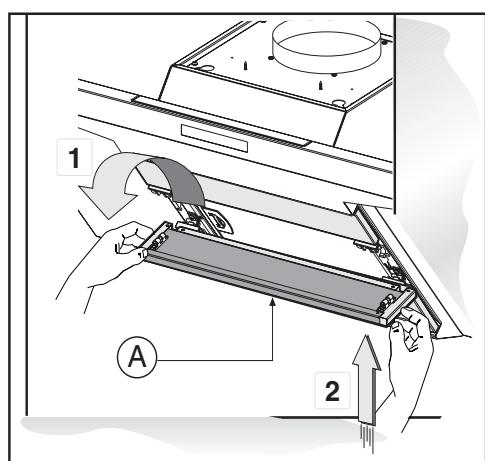
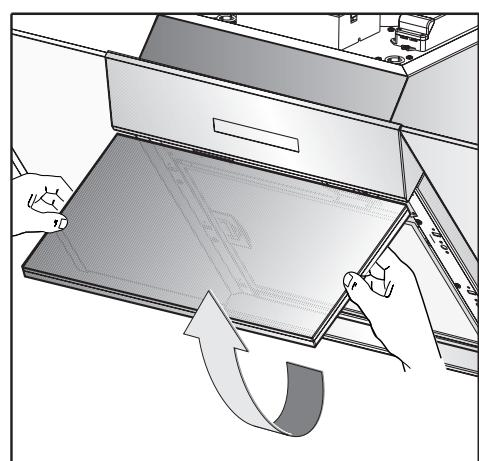
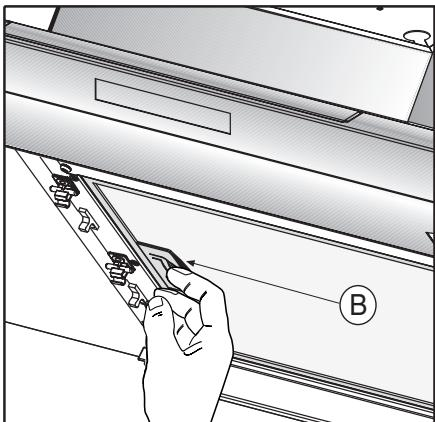

Fig.4
Fig.5
Fig. 6
- Voor u overgaat tot het monteren dient u, om het apparaat beter te kunnen bewegen, het filterfilter **B** (Afb. 6) uit te schakelen. Voor u deze handeling uitvoert moet u de volgende opdrachten opvolgen, aan de hand van het model dat u in uw bezit heeft:
Verwijder de 3 panelen **A** zoals aangegeven in afb. 4. Trek aan het handvat **B** zoals aangegeven in afb. 6.
Open het paneel **A** zoals aangegeven in afb. 5. Trek aan het handvat **B** zoals aangegeven in afb. 6.